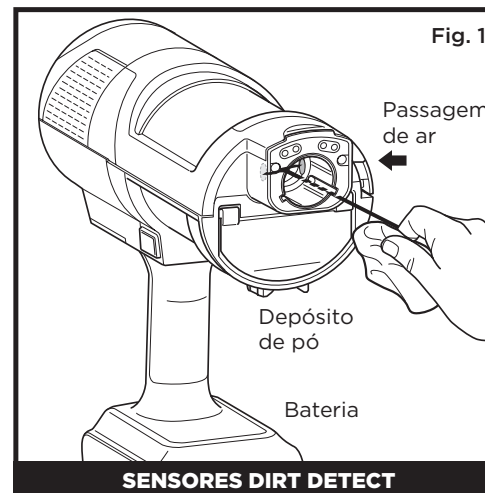

Fig. 1
Para limpar os sensores (Fig. 1):
2. Localize o sensor DirtDetect no bocal do aspirador de mão (Fig. 1), o sensor LightDetect na parte superior do bocal (Fig. 2) e o sensor EdgeDetect na parte lateral do bocal (Fig. 3).